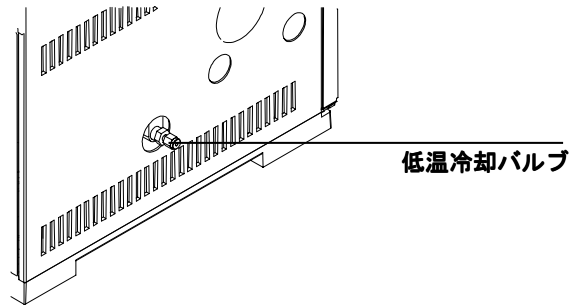

図 112. 低温冷却バルブの位置
1. GC の左側にある液化 CO₂ の接続口を確認します。供給ポンベからこの接続口まで届くのに十分な長さのチューブを用意します。図 112 を参照して下さい。